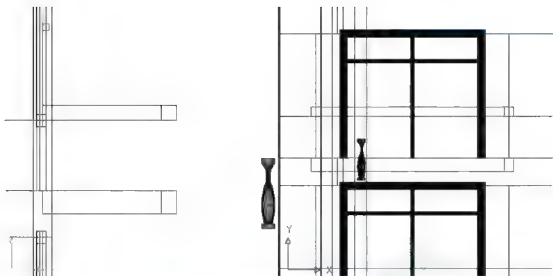

图 6.51 调整左右视口内的视图显示
(2) 在左视口内单击，将其设为当前视口，然后执行菜单栏中的【视图】|【三维视图】|【左视图】命令，将视图调整为左视状态。
(3) 在右视口内单击，将其设为当前视口，然后执行菜单栏中的【视图】|【三维视图】|【主视图】命令，将视图调整为前视状态，结果如图 6.51 所示。